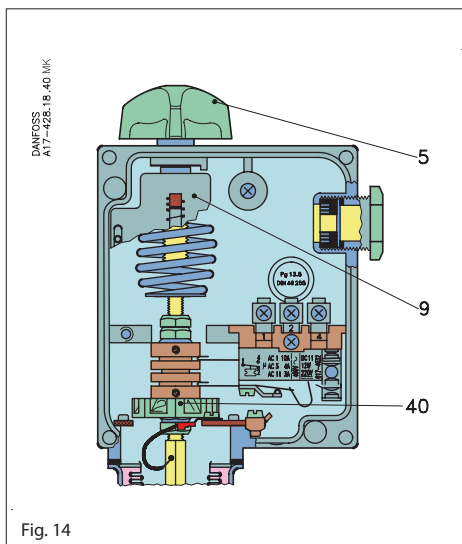
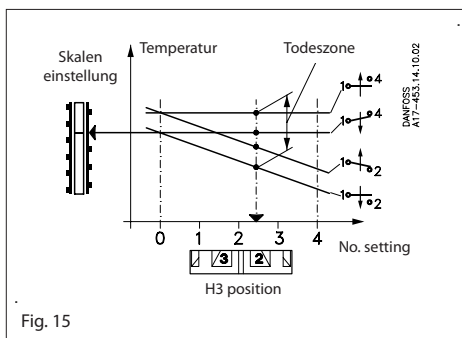

Fig. 14
Fig. 15
Der gewünschte Bereich wird unter gleichzeitigem Ablesen der Hauptskala (9) mittels des Einstellknopfes (5), Abb. 14 eingestellt. Der eingestellte Wert ist die Ausschalttemperatur für die Kontakte 1-4, Abb. 15. Die gewünschte neutrale Zone wird im Diagramm für das betreffende Gerät aufgesucht, Abb. 16. Auf der unteren Skala des Diagramms kann dann abgelesen werden, auf welche Position die Neutralzonenrolle (40) einzustellen ist.